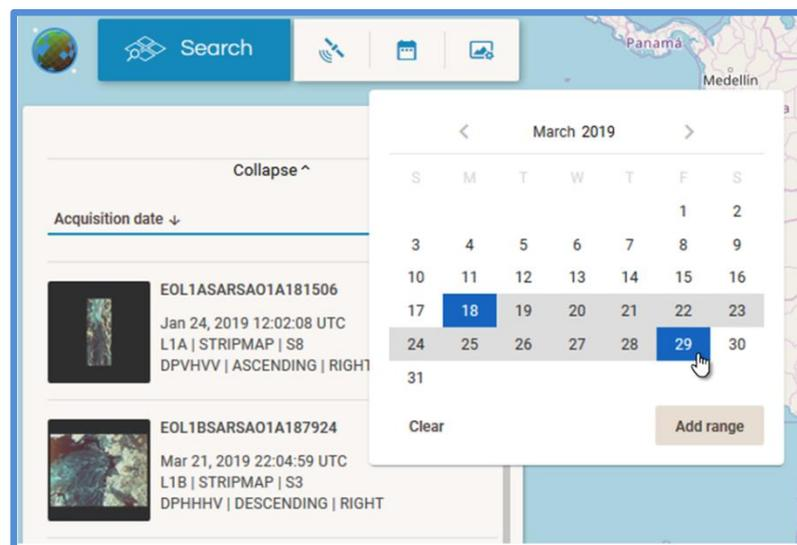

Figura 11: Ventana del filtrado por fecha: Ejemplo de selección de un rango temporal.
- Un rango temporal (seleccionar el primero y el último día del intervalo de tiempo deseado; luego seleccionar: **Add range** (Agregar rango temporal). Para anular la selección, marcar: **clear** (borrar). Ver Figura 11.